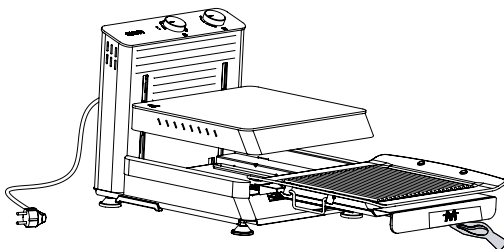
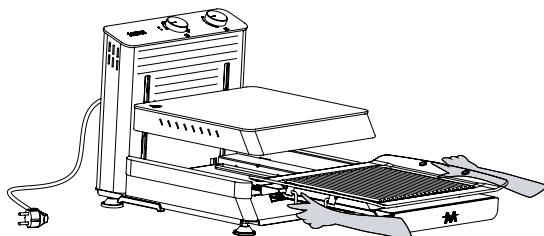

Abbildung 14
Abbildung 15
- Si vous ne prévoyez plus de cuisiner après la fin du cycle, placez l'interrupteur marche/arrêt situé à l'arrière de l'appareil en position (0) et débranchez le cordon d'alimentation de la prise secteur.
- Une fois que vous êtes certain que le produit a refroidi, tirez-le vers vous à l'aide de la poignée (Abbildung 14) et retirez la plaque et la grille qui se trouvent à l'intérieur du produit. (Abbildung 15)